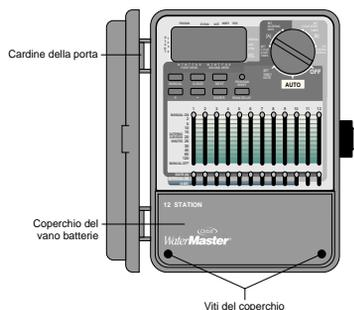

FIGURA 3: Programmatore per montaggio esterno, coperchio della morsettieria
- Togliere il coperchio del vano batterie svitando le due viti e spingendo il coperchio di plastica in avanti senza sollevarlo [vedere Figura 3].